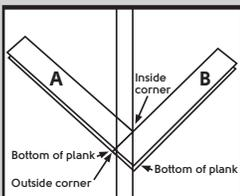

Fig. 5
5. Este es el ángulo de inicio. Nota: En todas las paredes o puntos de contacto vertical es necesario colocar separadores de 5 mm. (Fig. 5).
6. Alinee la esquina exterior del tablón «A» con la esquina interior de la línea opuesta (Fig. 5).